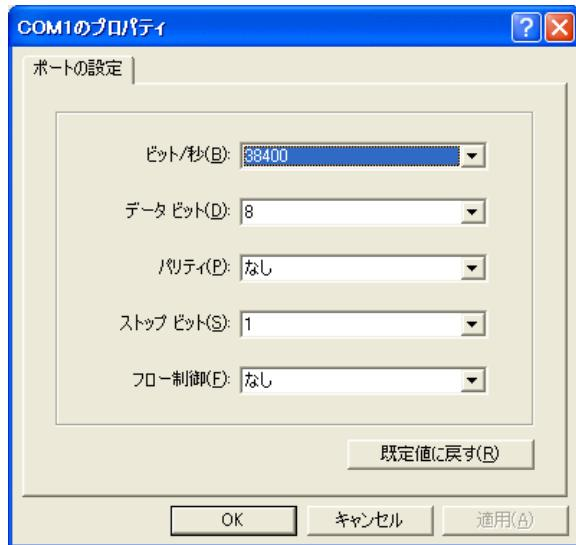

図 16 通信設定の画面
2. さらに、[通信設定]のボタンを押し、図 16 を参考に同様の設定を行ってください。終了したら[OK]ボタンを押してダイアログを閉じます。